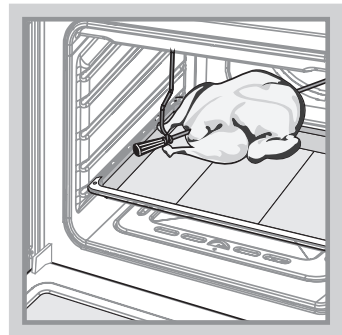

Рис.11
- Насадите на штык кусок мяса или тушку птицы (привязав крылья и ноги к тушке) и закрепите его вилками посредством крепежных винтов. Штык вертела располагается по диагонали внутри духовки. Закрепленный на штыке кусок мяса должен находиться точно под грилем (рис. 11).